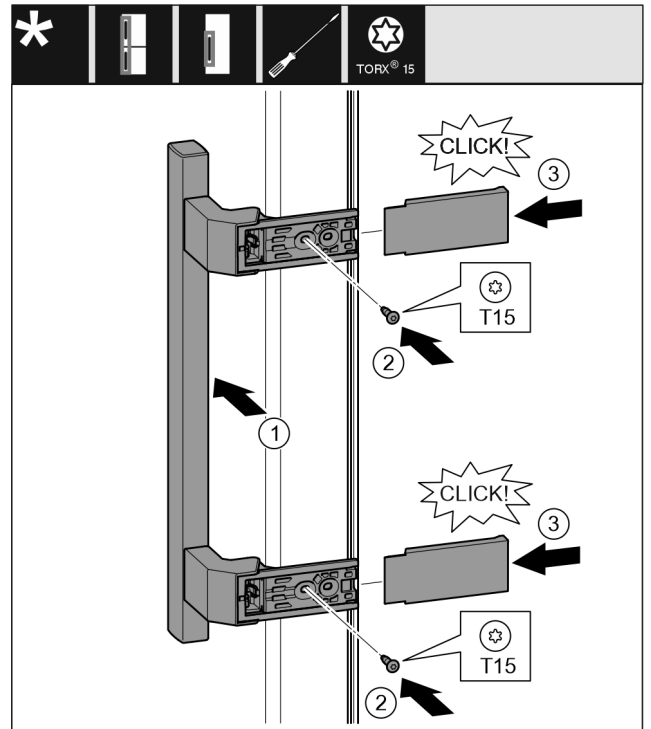

Fig. 20
- ▶ Breng het handvat aan de andere kant aan. Fig. 20 (1)
- ▶ Schroeven met schroevendraaier T15 vastschroeven. Fig. 20 (2)
- ▶ Plaats de afdekkingen op de zijkanten en schuif ze erop. Fig. 20 (3)